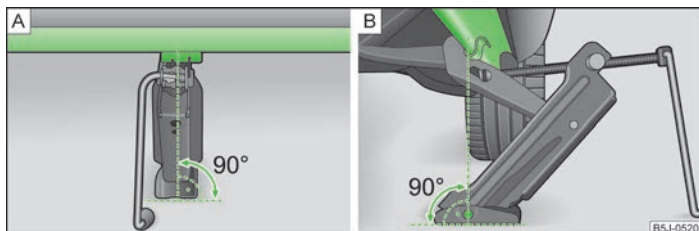

Fig. 175 Colocar el gato
- Fijar el gato de modo que la garra abarque el alma vertical » fig. 175 - B) debajo de la muesca en la superficie lateral del larguero inferior.
- Asegurarse de que la placa de base del gato esté con toda la superficie apoyada en un suelo recto y en vertical » fig. 175 respecto a la posición en la que la garra abarca el alma.